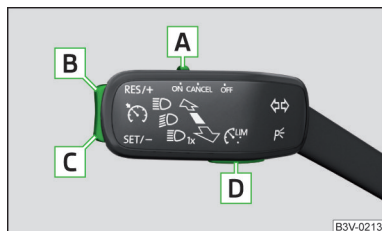

Fig. 269
### Vista general del sistema regulador de la velocidad del GRA » fig. 269
- Al pulsar la tecla **D** » fig. 269 durante la regulación, se cancelará y se activará el dispositivo de limitación de velocidad.